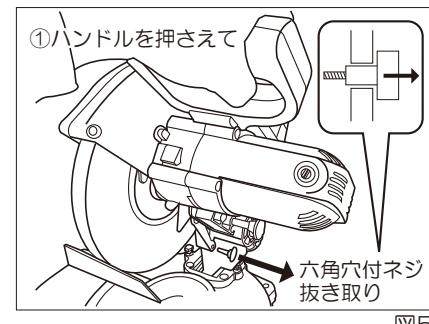
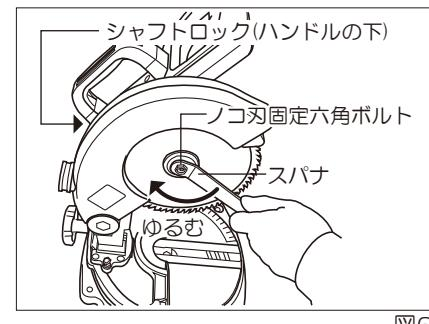

図5
図6
- 図六角穴付ネジを抜き取るとハンドルが上方向に全開しますので、ハンドルを押さえて飛び上がりないように注意して六角穴付ネジを抜き取ってください。(図5参照)
- ③安全カバーをブレードケース側に回し上げてください。
- ④シャフトロックを押さえながらノコ刃固定六角ボルトに付属のスパナを掛け、ゆっくり回すとシャフトがロックされます。
- ⑤ボルトは逆ネジ(左ネジ)です。時計回りに回して抜き取り、外フランジ、ノコ刃の順に外してください。(図6参照)